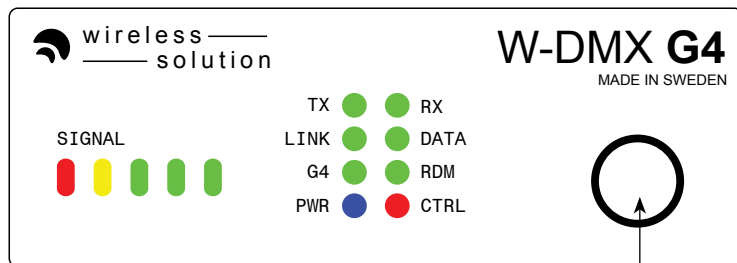

Fig.4
2. Tenere premuto il tasto funzioni (1) sul pannello frontale (fig.4).